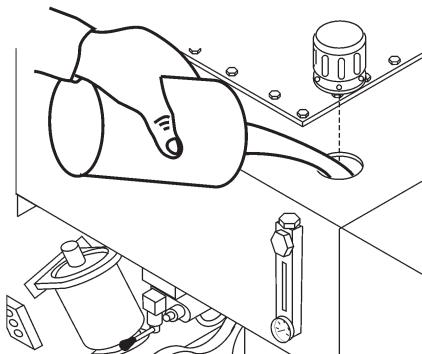

Figura 13. Orificio de llenado del aceite hidráulico
- Si el nivel de aceite hidráulico esta bajo, retire el tapón hacia arriba de la ventanilla del nivel de aceite (Figura 13) y agregue la cantidad correcta de aceite hidráulico para llegar al nivel y poder operar de manera segura. (Use aceite Shell Tellus 68 ó Mobil ó DFE26).